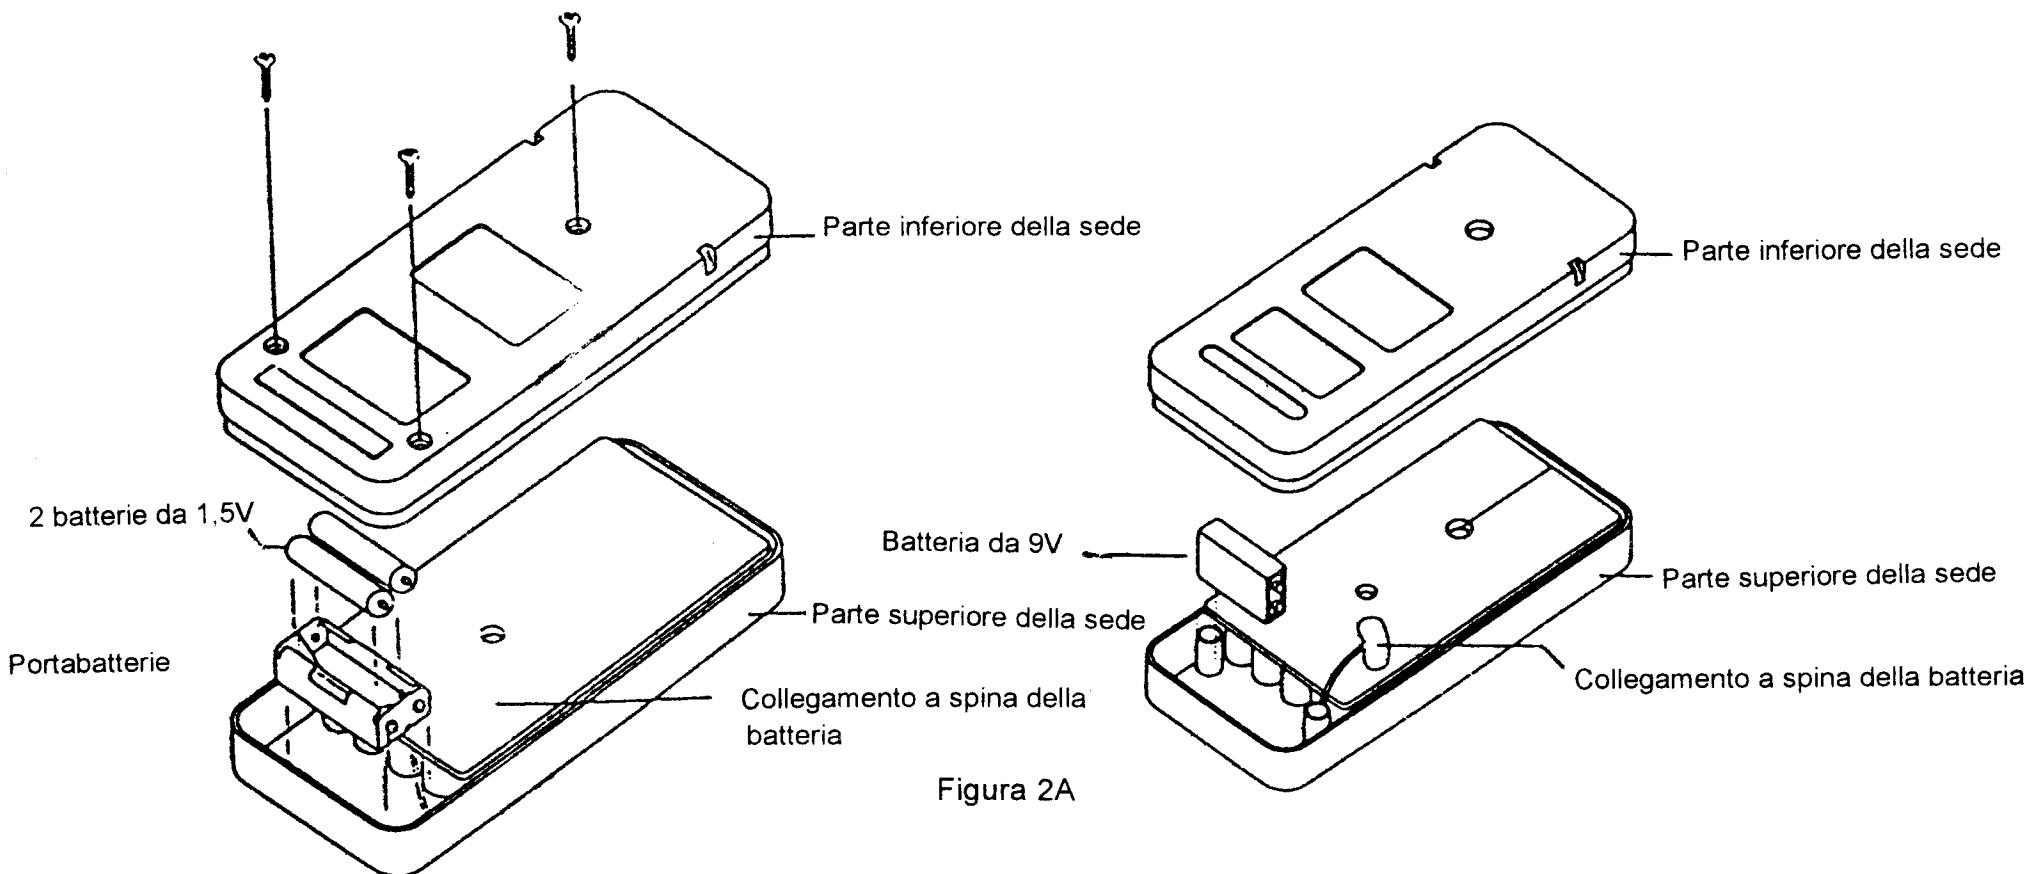

Figura 2A
(4) Sostituzione delle batterie
Questo multmetro è alimentato da due batterie da 1,5V (97) o da una batteria da 9V (97RMS). Per la sostituzione delle batterie, osservare la figura 2A e le seguenti istruzioni.